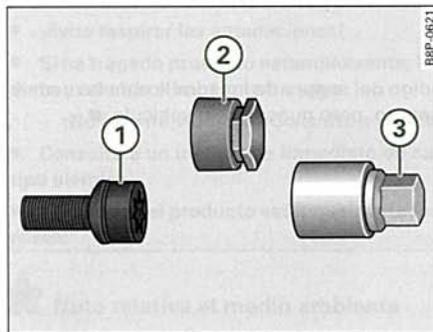

Fig. 238 Tornillo antirrobo de la rueda con caperuza y adaptador
- Extraiga la caperuza\* ⇒ fig. 238 (2) con la pinza de plástico que va con las herramientas.
- Introduzca el adaptador (3) hasta el tope en el tornillo antirrobo de la rueda (1).
- Introduzca la llave de rueda hasta el tope en el adaptador (3).